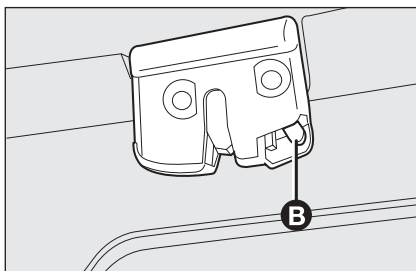

fig. 108
- per ottenere lo sblocco meccanico del portellone, operando all'interno del vano bagagli, agire sulla levetta **B** - **fig. 108**.